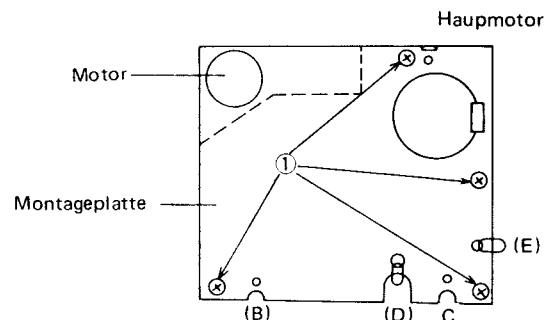

Abb. 7 ① Schraube (T2-3x8)
- Die Feder an den in Abb. 7 gezeigten Punkten (B) und (C) aushängen.
- Die Kabelsicherungen an den in Abb. 7 gezeigten Punkten (D) und (E) entfernen.